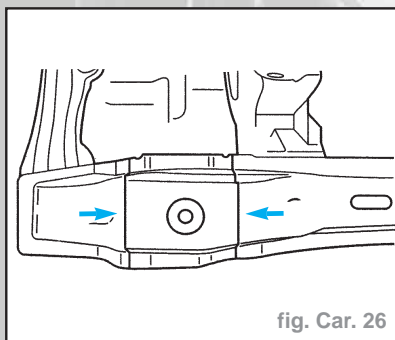

fig. Car. 26
- Procéder à une découpe approximative (des deux côtés) (fig. Car. 26)